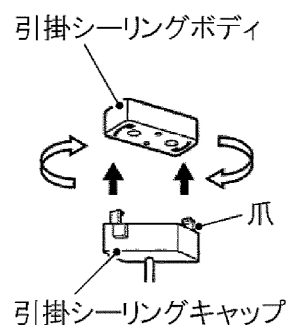

図3
- 4 引掛シーリングキャップの爪を引掛シーリングボディに挿入し、止まるまで右に回す。(図3)